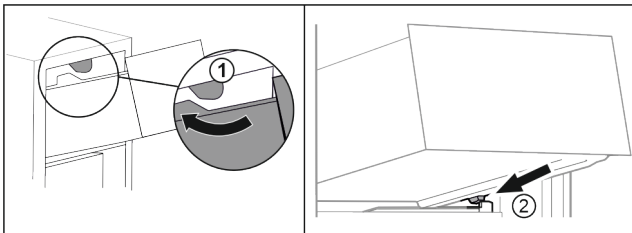

Fig. 94
- ▶ Schubfach um die oberen Stopper herumführen. Fig. 94 (1)
- ▶ Schubfach schräg hinter den unteren Stopperrn auf Behälterrippe aufsetzen. Fig. 94 (2)